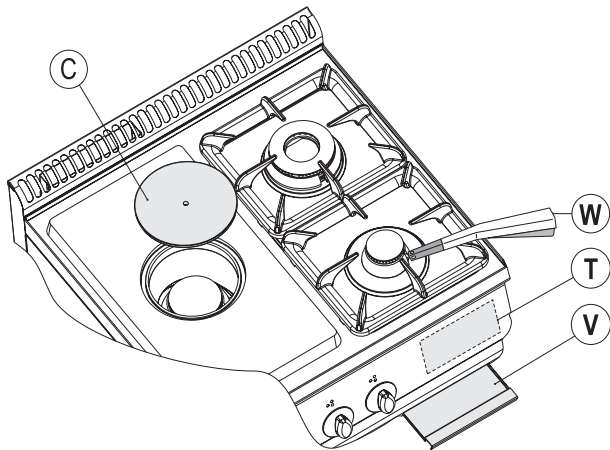

Fig.2 - Abb.2 - рис.2
**Das Typenschild "T" (Abb.2) aus selbsthaftendem Polyester befindet sich hinter der Bedienungsblende (im Geräteinneren).**